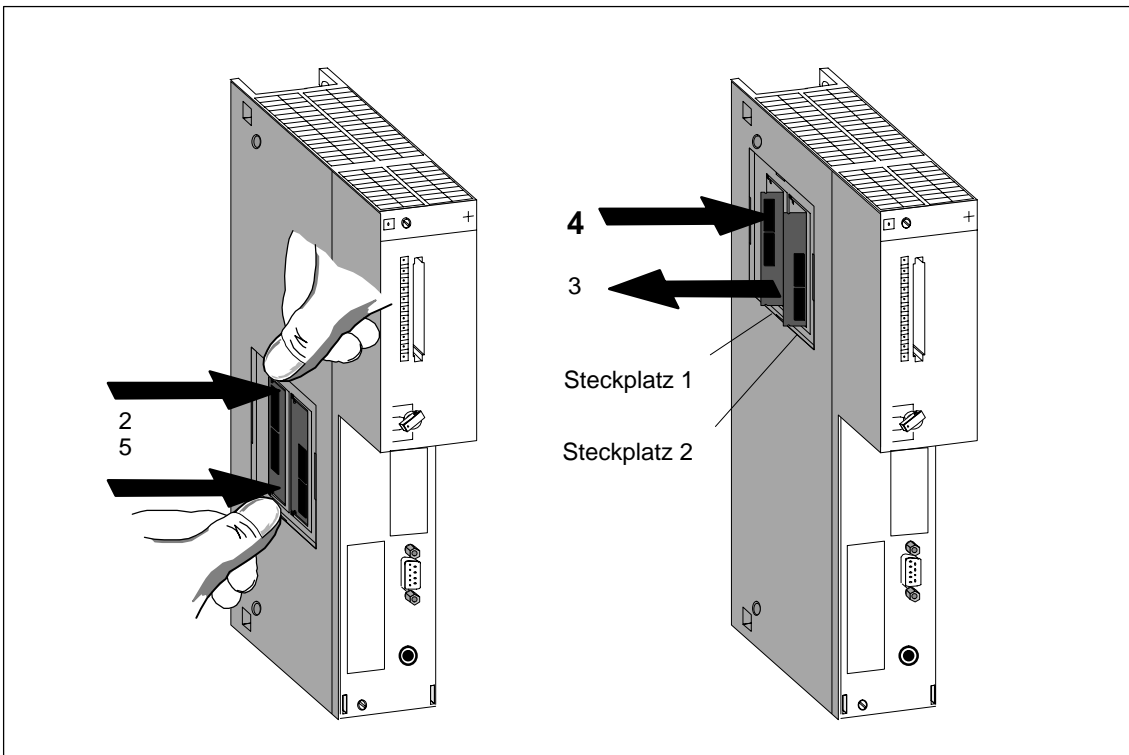

Bild 8-28 Ausbau von Speichermodulen aus der Zentralbaugruppen
2. Drücken Sie auf die beiden seitlichen Haltefedern, um die Arretierung des gewünschten Speichermoduls zu lösen. Das Modul wird in einem Winkel von 45° angehoben (siehe Bild 8-28).
3. Ziehen Sie das Speichermodul aus dem Stecker (siehe Bild 8-28).
4. Drücken Sie das neue Speichermodul unter einem Winkel von ca. 45° bis zum Anschlag in den freien Stecker (siehe Bild 8-28).
Die Stecker zur Aufnahme der Speichermodule sind codiert (siehe Bild 8-28).